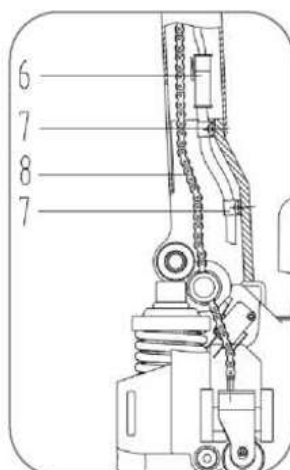

Рис. 4
После этого закрепите его на ручке в сборе 5 с помощью линейной платы 7 согласно Рис. 4.
4. См. Рис. 4 и 6, закрепите винт и гайку на конце цепи 8 в прорезе рычага сброса давления 11.